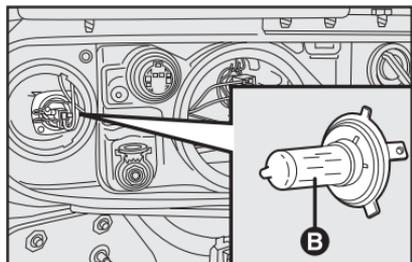

fig. 19
LUCES BAJAS - fig. 19
- quite la lámpara **B-fig. 19** y sustitúyala;